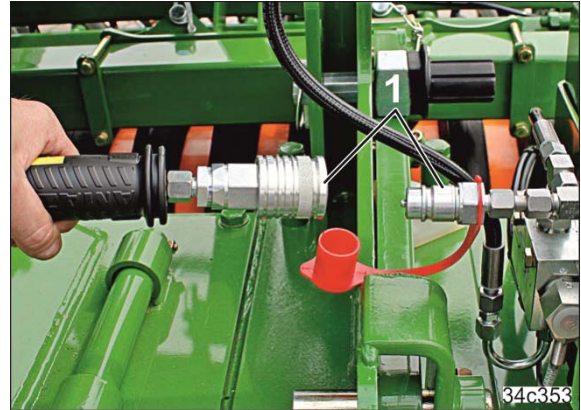

图 136
8. 断开液压管路 (图 136/1) (划行器固定在土壤耕作机上时)。